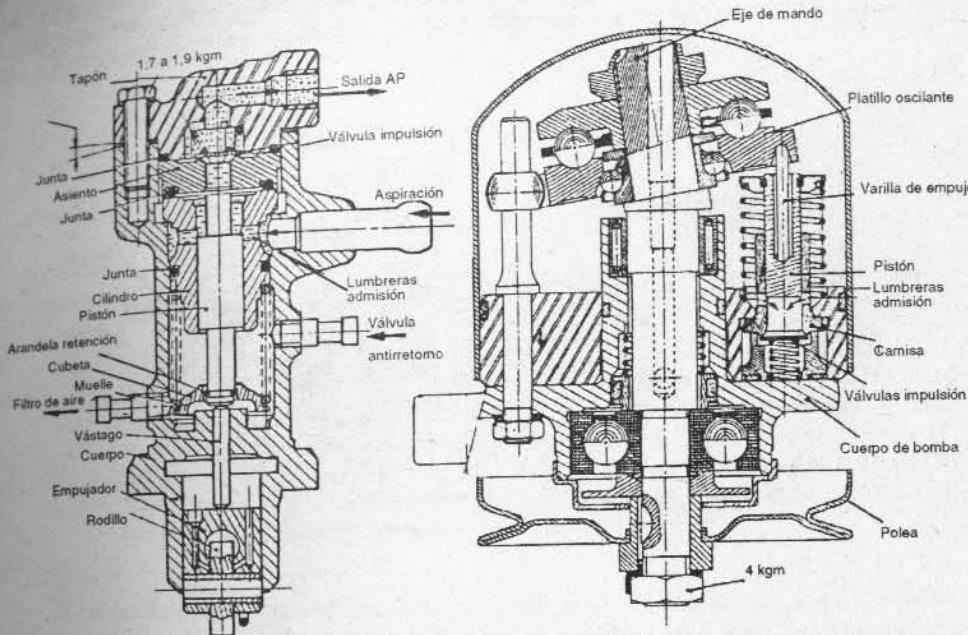

Fig. 1-25.— Bombas de alta presión, monocilíndrica y de 7 pistones, de GS y CX
**18. Bombas de alta presión.**— Las bombas monocilíndricas (Fig. 1-25) se emplean en la suspensión hidroneumática de los Citroën GS, CX y otros.